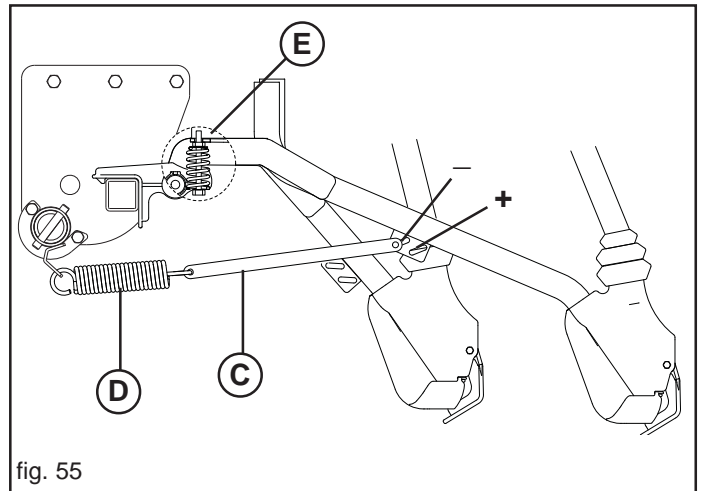

fig. 55
Si può ulteriormente regolare la pressione, singolarmente, cambiando la posizione del tirante (C, Fig. 55).
Solo con assolcatori a stivaletto è disponibile, come accessorio, una molla (E, Fig. 55) che consente di azzerare il peso del singolo elemento a molla (D) completamente scarica. In questa situazione è possibile eseguire semine superficiali.